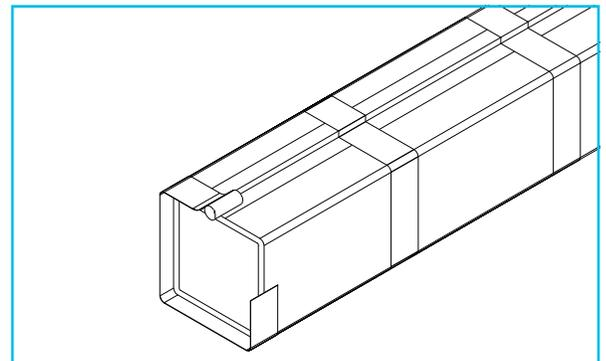

Figure 2
- 2 Placer le morceau à l'intérieur de la première couche d'enveloppe endothermique à l'extrémité de la poutre, le côté dos en aluminium à la poutre. Fixer l'enveloppe endothermique de façon sécuritaire avec du ruban-filaments. Noter que le ruban-filaments est réservé à une utilisation temporaire et, par conséquent, la quantité de ruban et l'espacement à utiliser sont à la discrétion de l'installateur. Répéter avec d'autres morceaux de manière à atteindre le nombre de couches spécifié. Le joint abouté à l'endroit où la section d'enveloppe endothermique installée sur la poutre rencontre les morceaux installés sur le bouchon d'extrémité doit être recouvert de Ruban en aluminium 437 3M^{MC} de 100 mm (4 po) (Figure 2).